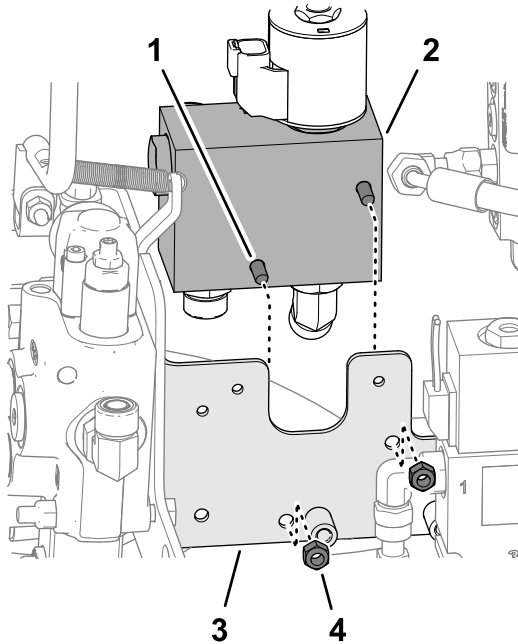

Bild 16
2. Befestigen Sie das Niedrigflussventil mit den beiden Schrauben ($\frac{1}{4}$ " x $2\frac{1}{2}$ "") und den beiden Sicherungsmuttern ($\frac{1}{4}$ "") an der Halterung (Bild 16).